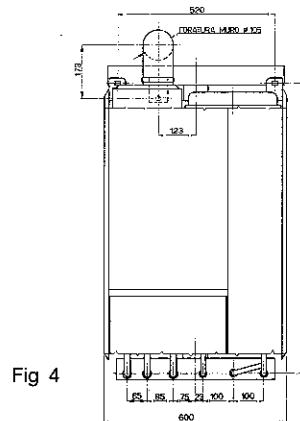

Fig 4
- Praticare nel muro un foro  $\varnothing$  105 mm. con pendenza verso l'esterno dell'1% secondo le figure 4 - 5